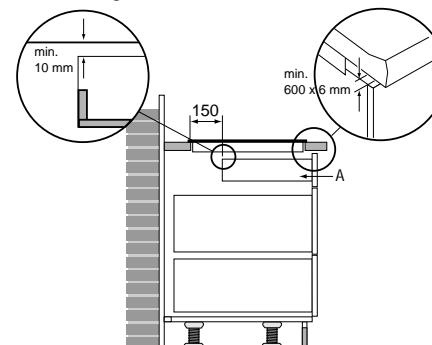

Abb. 3: Lade unter Induktionskochfläche
- Bei einer Schublade ist an der Vorderseite für einen Spalt von mindestens 600 x 6 mm zu sorgen (siehe Abb. 3).
- Der Abstand zwischen Schublade A und dem Kochfeld muss mindestens 10 mm betragen. Bei einer festen Blende sind keine zusätzlichen Anpassungen für die Belüftung erforderlich (siehe Abb. 3).
Achten Sie darauf, daß die Anschlußkabel frei beweglich sind. Wenn sich unter der Induktions-kochfläche eine Lade befindet, sorgen Sie dafür, daß der Abstand zwischen der Oberseite der Lade und der Kochplatte mindestens 1 cm beträgt (siehe Abb. 3).